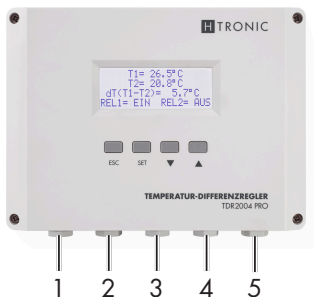

Abbildung 4 Anschluss-Belegung
9. Verlegen Sie das Kabel der Spannungsversorgung durch die Würgenippel (Abbildung 4, Pos. 5).
12. Verlegen Sie das Kabel des Temperatursensors 1 durch die Würgenippel Sensor 1 (Abbildung 4, Pos. 1).
16. Verlegen Sie das Kabel des Temperatursensors 2 durch den Würgenippel Sensor 2 (Abbildung 4, Pos. 2).
20. Verlegen Sie das Kabel von Umwälzpumpe / Bypass-Ventil 1 durch den Würigenippel Relais 1 (Abbildung 4, Pos. 3).
26. Verlegen Sie das Kabel von Umwälzpumpe / Bypass-Ventil 2 durch den Würgenippel Relais 2 (Abbildung 4, Pos. 4).